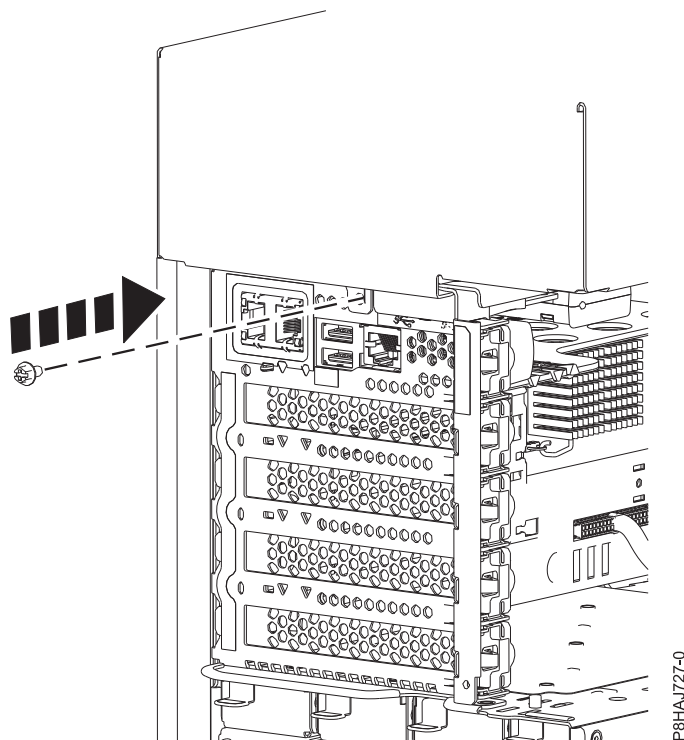

Figure 22. Installation de la vis capot latéral du 8286-41A
5. Installez la vis arrière du capot latéral à l'aide d'un tournevis cruciforme, comme illustré figure 22, à la page 39.